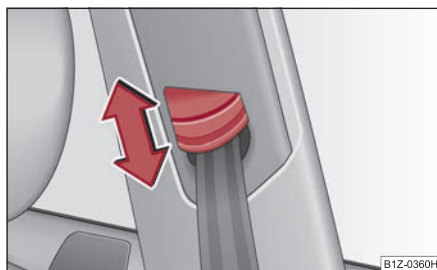

Fig. 5 Asiento delantero: ajuste de la altura del cinturón
- Desplace el herraje de inversión en el sentido deseado, hacia arriba o hacia abajo ⇒ fig. 5.